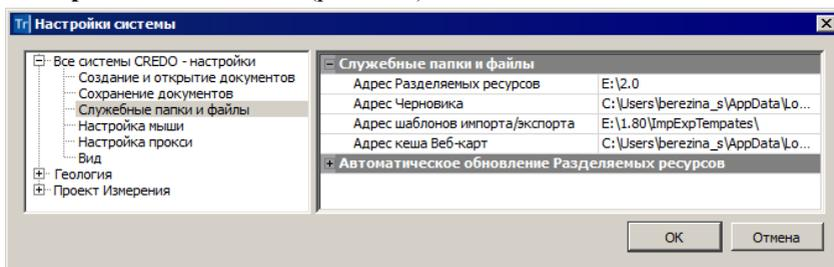

Рис. 16.2
**Настройки системы**  (рис. 16.2).
Настройки выполняются в мастере, который открывается при нажатии кнопки **Настроить** в диалоге **Параметры импорта DXF-файла** (рис. 16.2). Мастер состоит из нескольких страниц, на каждой представлены свойства одного типа данных файла.